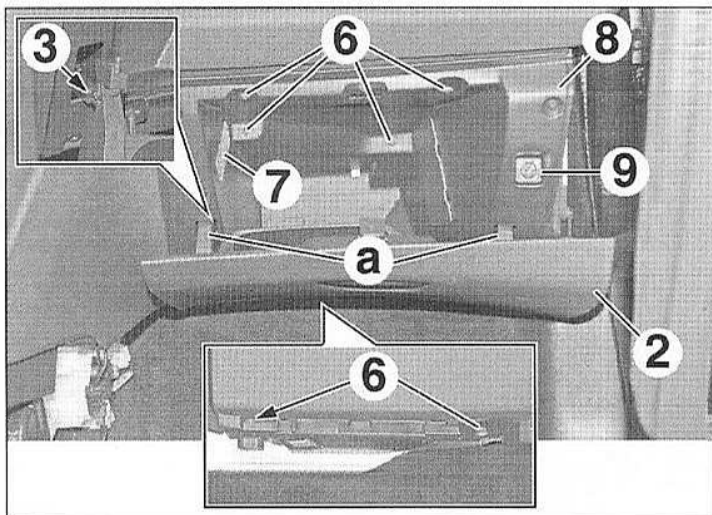

FIG.5
- Dégager le couvercle (2) en (a) en commençant par le côté droit (Fig.5).
- Libérer le vérin (3).
- Déposer le couvercle de la boîte à gants (2).
- Déposer les vis (6).
- Dégrafer, débrancher et déposer l'éclaireur de boîte à gants (7).
- Extraire la boîte à gants (8).
- Dégrafer, débrancher et déposer la commande d'activation/désactivation de l'airbag passager (9).
- Déposer la boîte à gants (8).